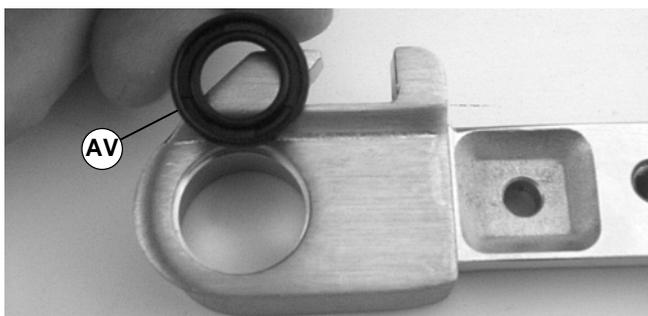

Abbildung 42
- Neue Dichtung (Teilenr. 807-1016) mit Nut (AV siehe Abbildung 42) nach außen zeigend installieren.